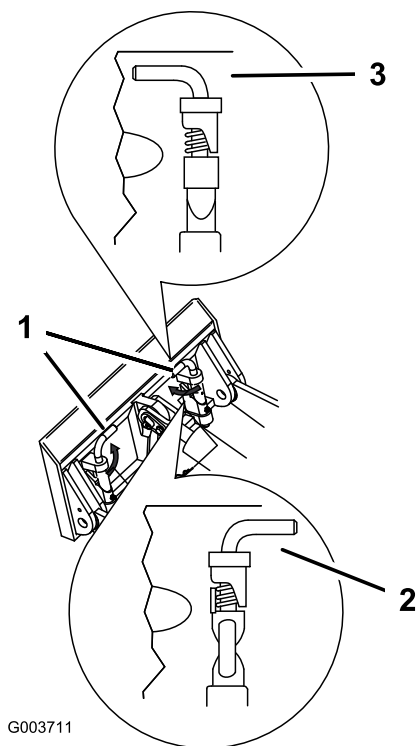

Figure 22
7. Engagez complètement les goupilles à fixation rapide dans la plaque de montage (Figure 22).